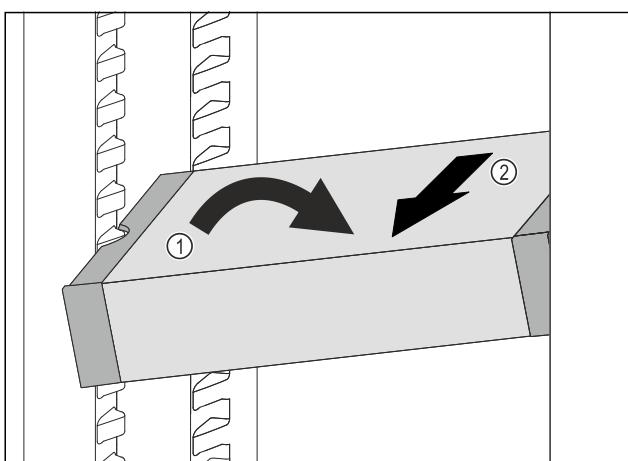

Fig. 127
▶ 在冷藏区中倾斜 VarioSafe。 *Fig. 127 (1)*
▶ 向前取出 VarioSafe。 *Fig. 127 (2)*